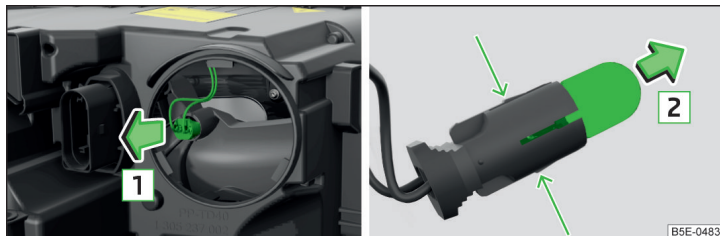

Fig. 246 Phares au xénon : ampoule pour feux de position supplémentaires
- Retirez la fiche avec l'ampoule dans le sens de la flèche **1** en effectuant des mouvements de ballottage » fig. 246.